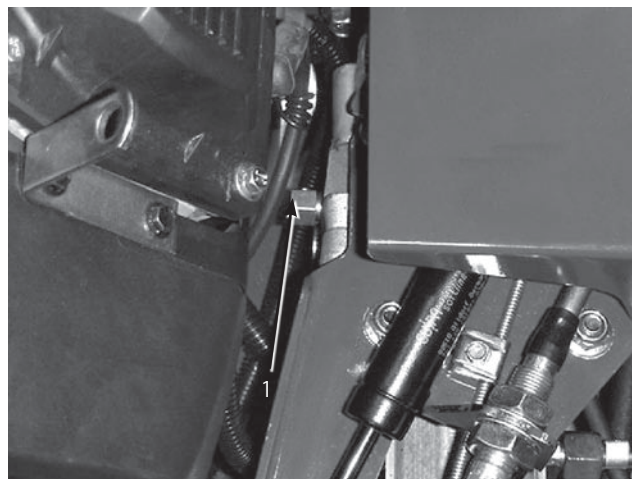

図31
2. レンチ (5/8") を使ってバイパス・バルブ (図31) を左回りに 1 回転させる。これにより油圧オイルがバイパスされて、手引きや手押しによる移動が可能になる。
バイパス・バルブ (図31) を右に 1 回転させてください。